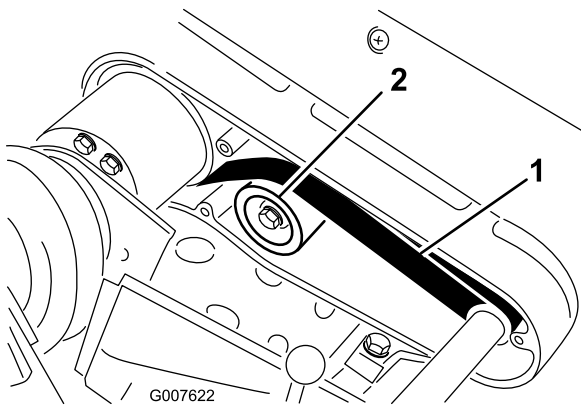

Bild 38
2. Pr­ufen Sie die Spannung. Bringen Sie hierf­ur eine Kraft von 22 bis 26 N in der Mitte des Riemens zwischen den Riemscheiben an (Bild 38). Der Riemen muss sich 6 mm durchbiegen lassen.
- A. Losen Sie die Befestigungsmutter der Spannscheibe und drehen Sie die Spannscheibe nach rechts gegen die R­uckseite des Riemen, bis Sie die gew­unschte Riemen­spannung erzielt haben (Bild 38).